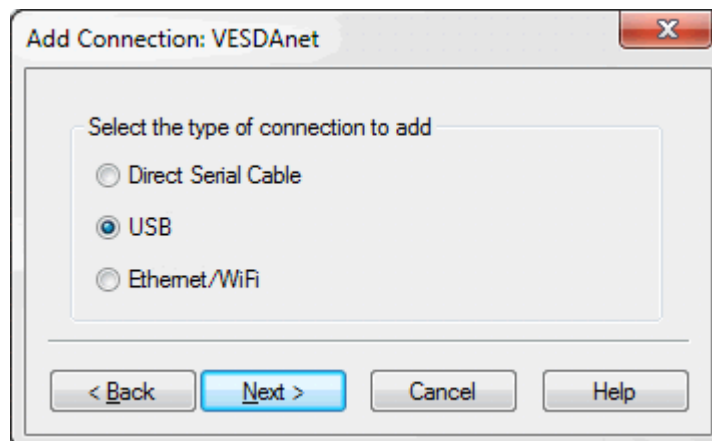

Figura 5-3: Seleccionar USB
1. Seleccione **USB**, a continuación, **Siguiente** (Figura 5-3).